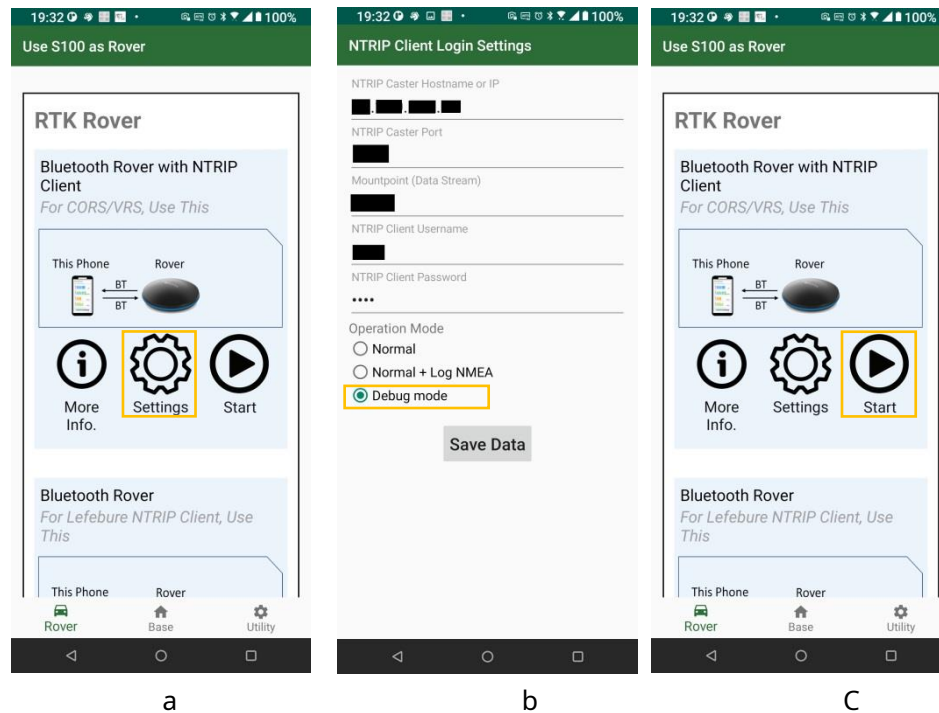

Figura A-11
1. Seleccione **Vagabundo** (pantalla inferior) -> **Ajustes** en Bluetooth Rover con cliente NTRIP. Consulte la Figura A-11 a.
2. Seleccione **Modo de depuración** que presionar **Guardar datos** botón. Consulte la Figura A-11 b.
3. Presione **Comenzar**. Ver Figura A-11 c.